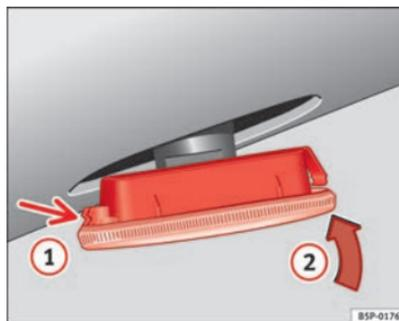

Fig. 183 Luzes indicadoras de mudança de direcção laterais
- Coloque o indicador de mudança de direcção em primeiro lugar no orifício da carroçaria, encaixando as patilhas **(1)** ⇒ Fig. 183, ▶
② ⇒ Fig. 183.